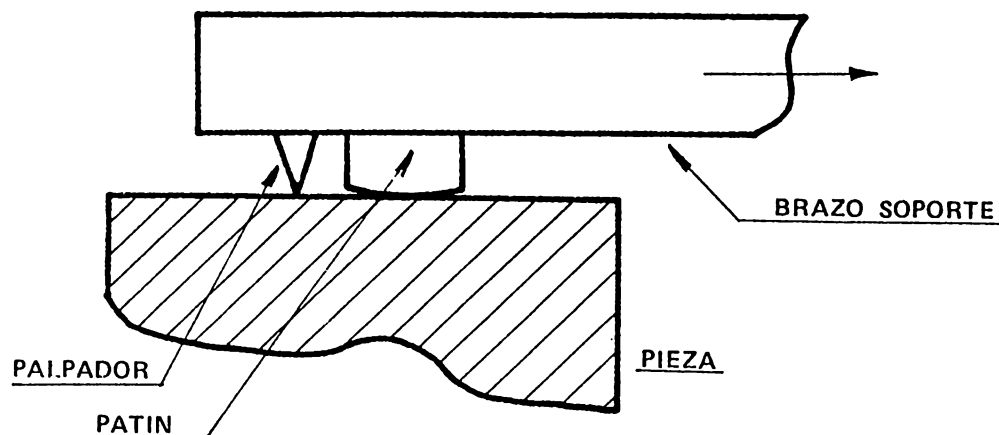

FIGURA 212
**20.3.1.— Rugosímetros electrónicos de palpador móvil** = Este tipo de instrumento son los más desarrollados en la actualidad y llevan un brazo palpador en cuyo extremo hay una pequeña cabeza palpadora de punta de diamante y una referencia de metal duro (figura 212), las oscilaciones de la cabeza respecto a la referencia al deslizar lentamente sobre la superficie, se transforman en señales eléctricas de entrada a un circuito, donde convenientemente amplificadas y filtradas permiten registrar el perfil o bien calcular algún parámetro.